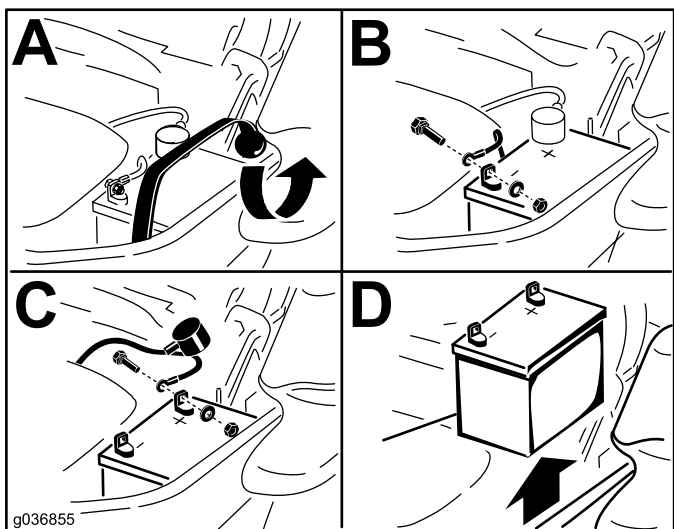

Figura 65
3. Retire la batería, según se muestra en Figura 65.
1. Coloque la batería en la bandeja, con los bornes frente al depósito de aceite hidráulico (Figura 65).
4. Fije los cables con 2 pernos, 2 arandelas, y 2 contratuercas (Figura 65).
6. Fije la batería con la correa de goma (Figura 65).